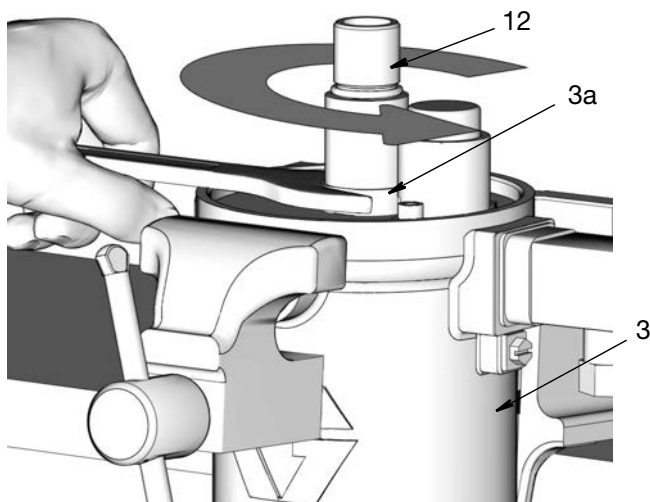

FIG. 17
13. Allentare il dado (3a) e rimuovere il cilindro della pompa (12) dal cilindro del motore pneumatico (3) (FIG. 17).